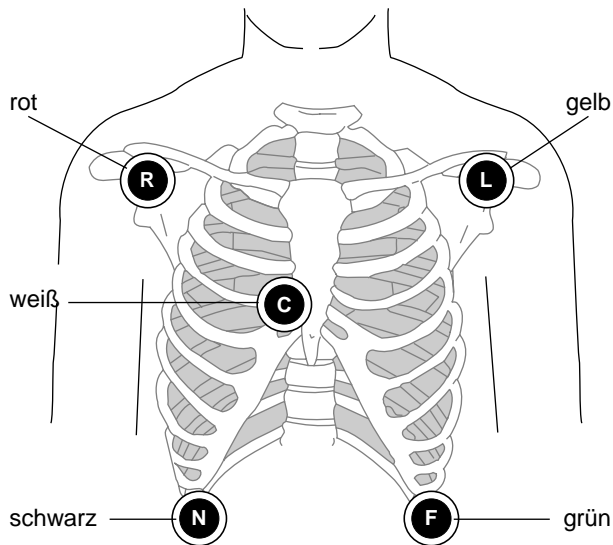
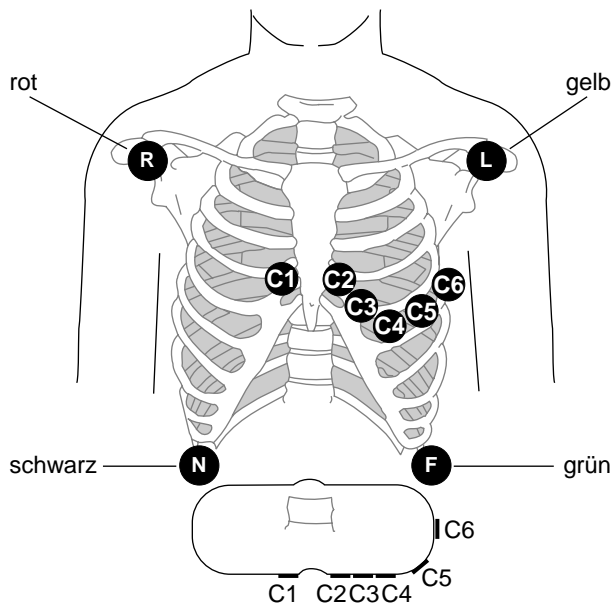

Bild 7-1. Abnahmestellen bei Abnahme mit 5 Elektroden
Bild 7-2. Abnahmestellen der Brustwand-Elektroden
- Arbeiten Sie nur mit 5 Elektroden, so legen Sie diese entsprechend Bild 7-1 an, bei 10 Elektroden legen Sie zusätzlich alle Brustwand-Elektroden entsprechend Bild 7-2 an.